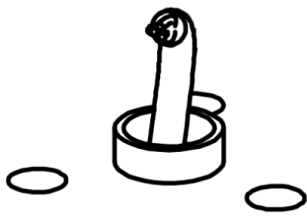
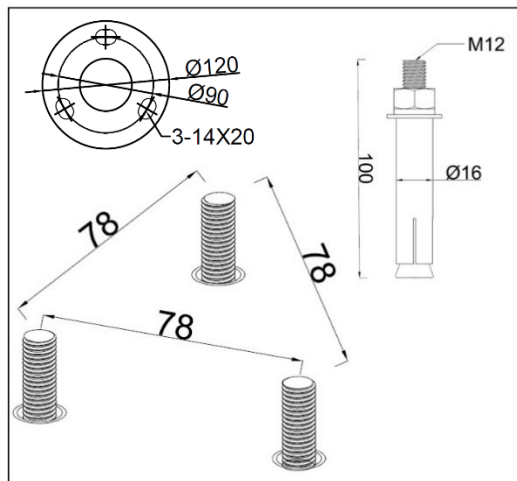
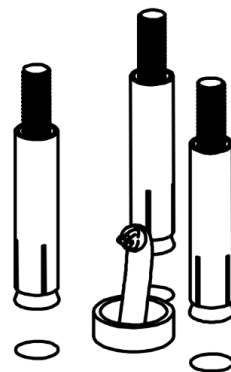

Рис. 1
Рис. 2
Рис.3
6.3.2 В бетонном основании пробурить 3 отверстия глубиной не менее 50 мм и диаметром не более 14 мм (Рис.1). Расстояние между анкерными болтами и их габариты указаны на Рис. 2. Прочистить отверстия от пыли и забить анкерные болты в отверстия (Рис.3).